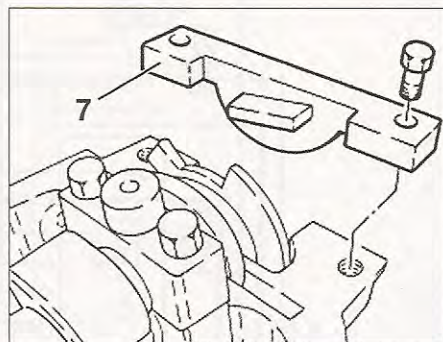

FIG. 5
- 7. Util de calado Fiat (ref: 2000004400) de eje de levas (fig. 5).
- Montar el útil de calado (7) Fiat (ref: 2000004400) de eje de levas (fig. 5).